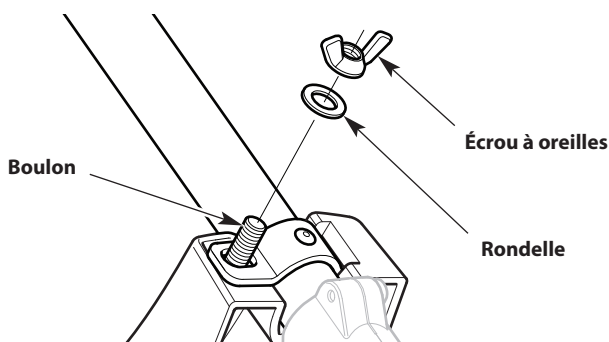

Fig. 4
4. Placez la rondelle sur le boulon (Fig. 4).
5. Vissez l'écrou à oreilles sur le boulon jusqu'à ce que le bouclier de la tête de coupe soit bien en place (Fig. 4).